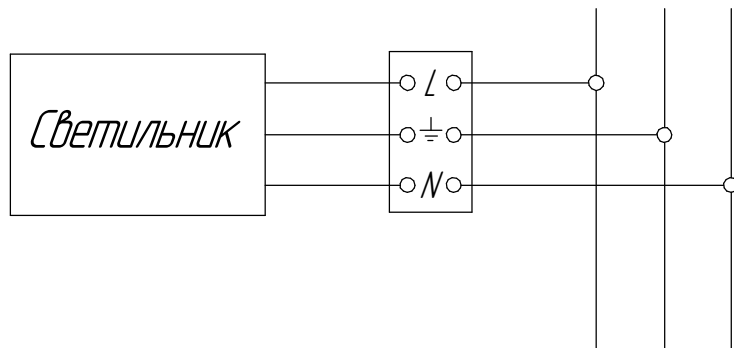

Рисунок 2.Схема подключения светильника к сети
6.3 Закрепить корпус на опорную поверхность, используя отверстия в верхней части корпуса, или подвесить за рым-болты поз.7 из комплекта поставки (см. Приложение А, рисунок 2). Для герметизации установочных отверстий необходимо использовать резиновые и металлические шайбы из комплекта поставки.
6.5 Подключите светильник к питающей сети согласно рис. 2.